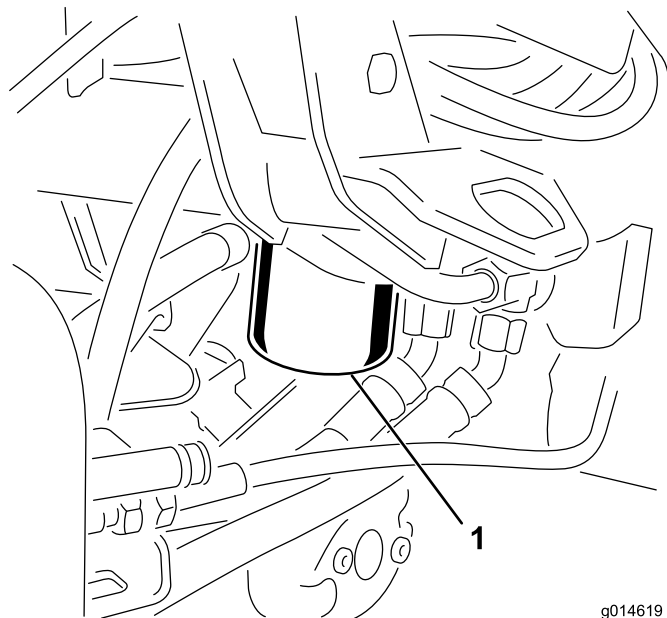

图42
1. 清洁过滤器安装区周围的区域（图42）。在过滤器下面放置一个放油盘并拆下过滤器。